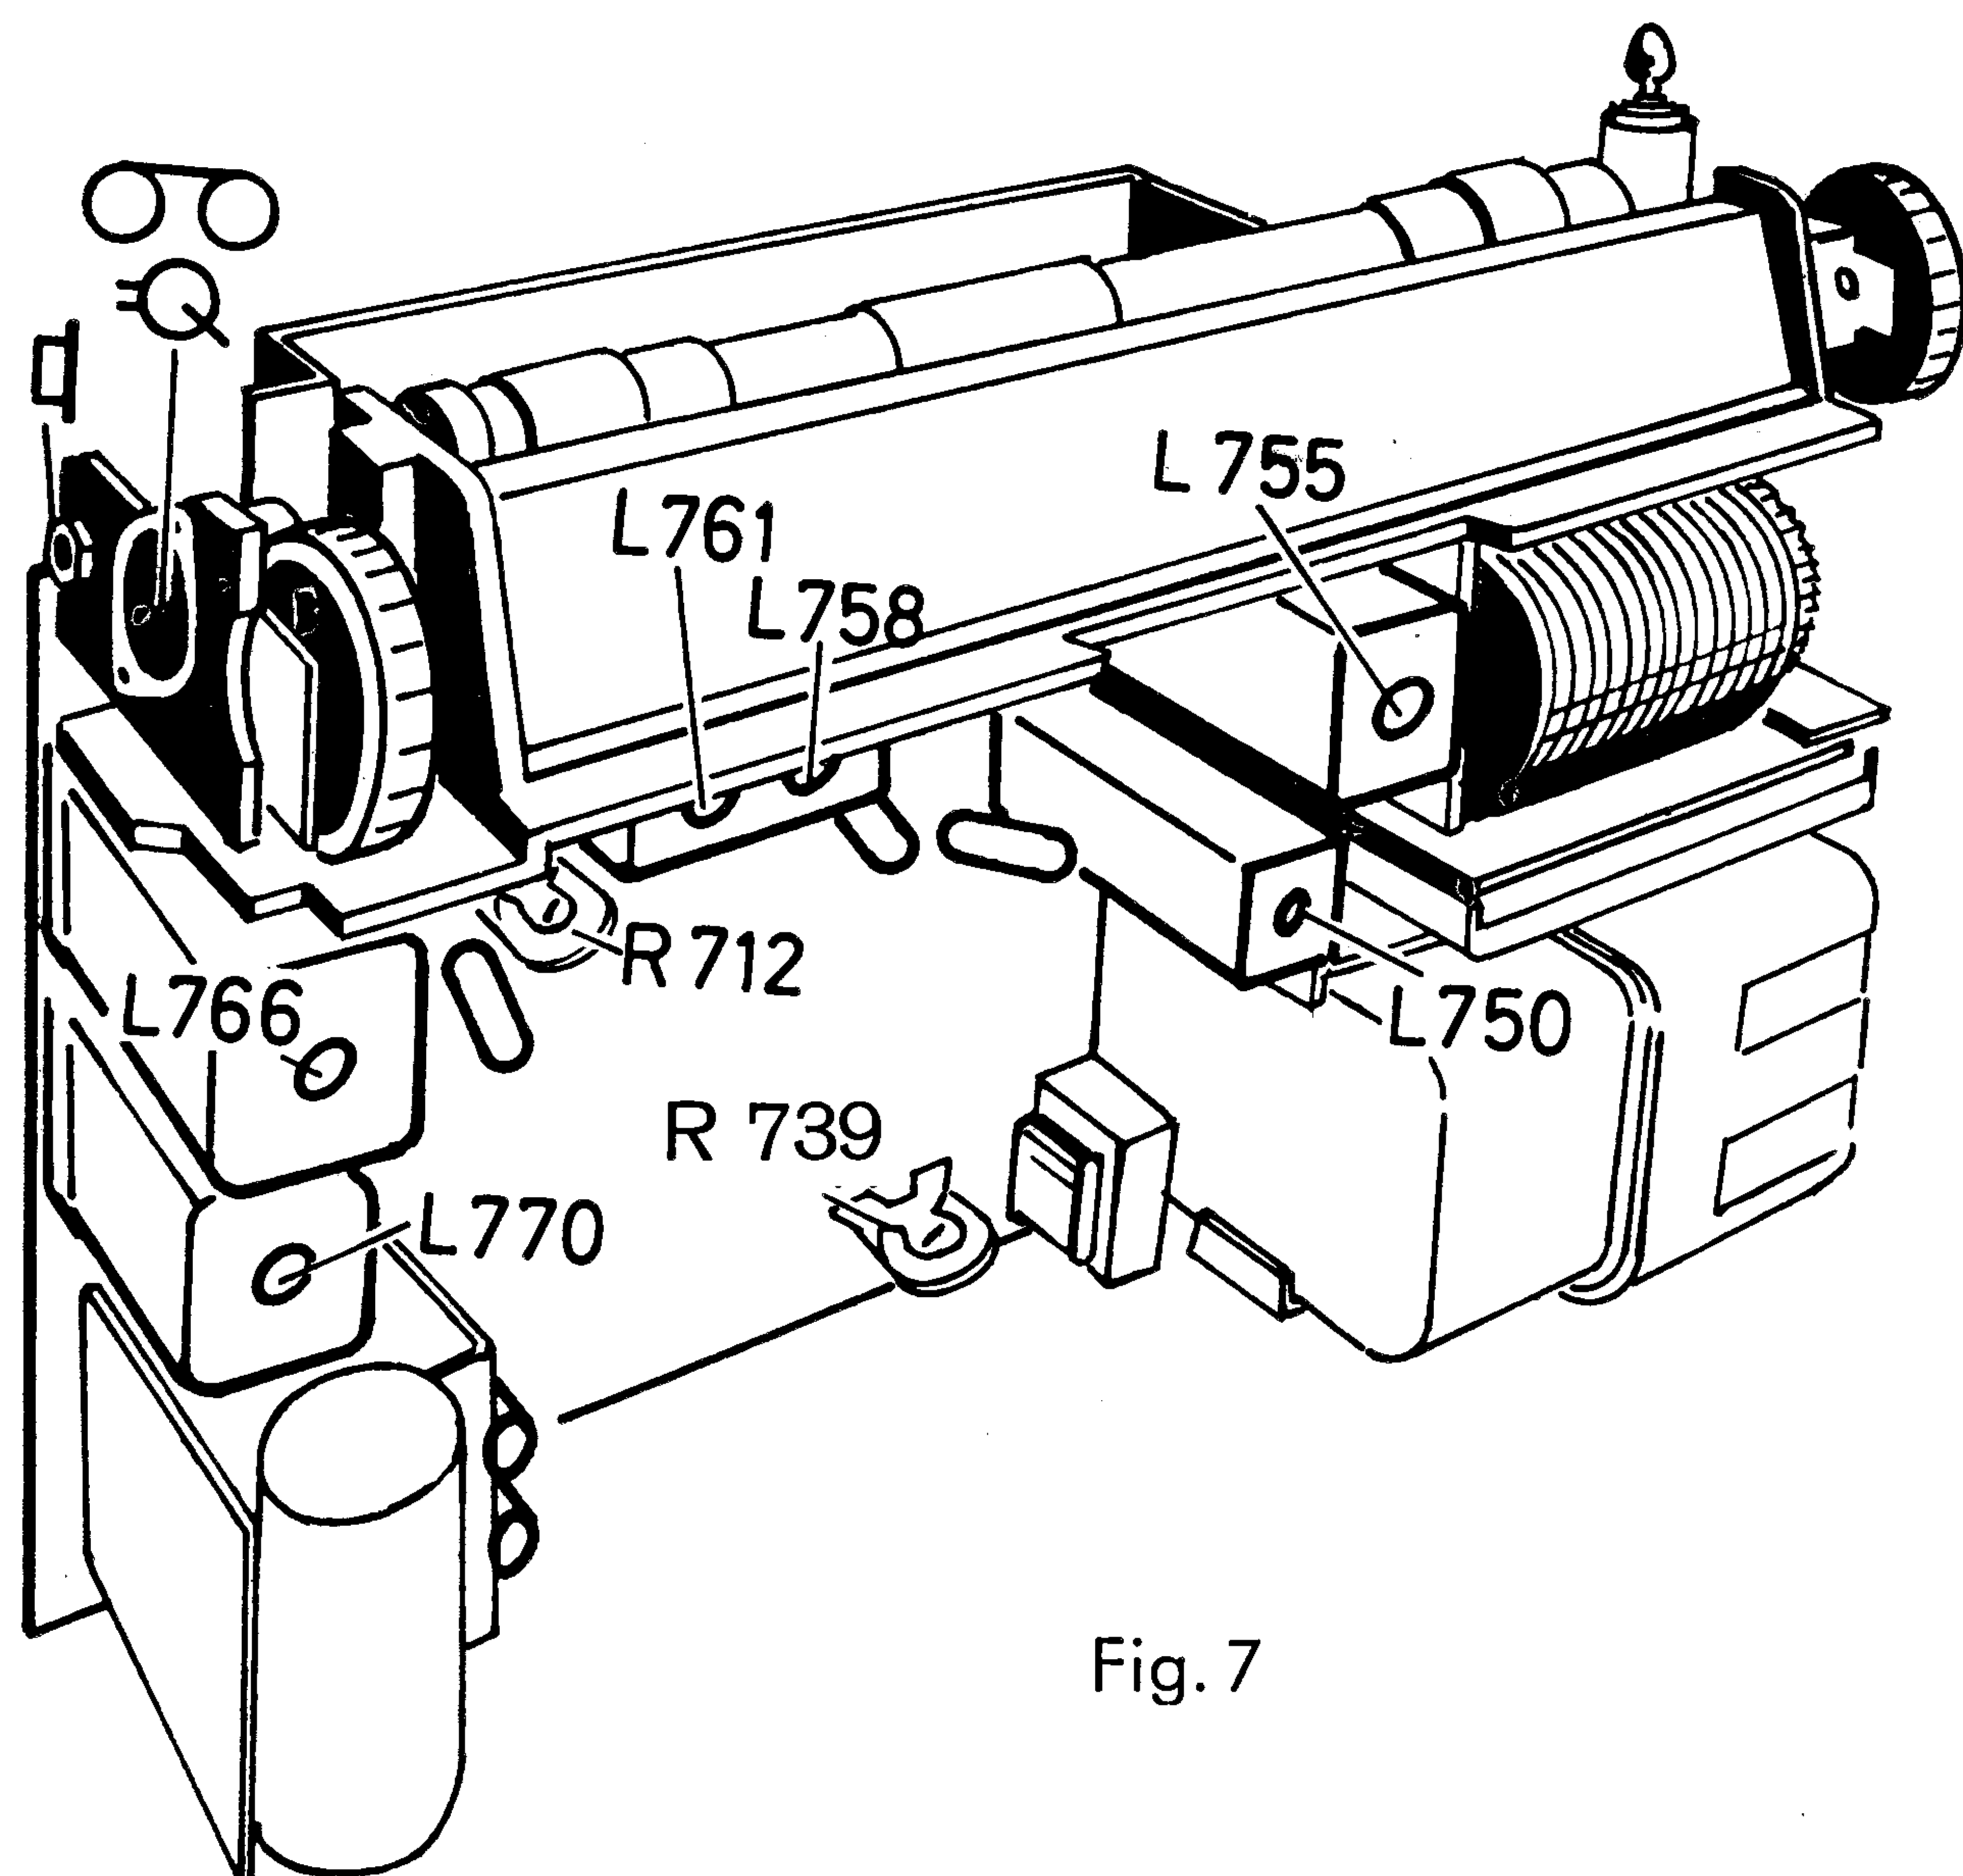

Fig. 7
3. Den Ruhestrom ca. 1 Minute nach dem Einschalten des Gerätes mit dem Einstellregler R 739 auf  $5 \text{ mA} \pm 1 \text{ mA} - 0,5 \text{ mA}$  bei einer Batteriespannung von 9 V einstellen, Fig. 7.
3. Approx. 1 minute after switching on set, set zero signal current via adjuster R 739 to  $5 \text{ mA} \pm 1 \text{ mA} - 0.5 \text{ mA}$  at a battery voltage of 9 V, see fig. 7.
\*\* Ein AM-Signal, 400 Hz, 30 % moduliert, soll eine Ratiospannung von 1,4 V erzeugen. Dann mit R 712 ein Spannungsminimum am Outputmeter einstellen, Fig. 7.
\*\* An AM signal, 400 cs, 30 % modulated must produce a ratio voltage of 1.4 V. Adjust a voltage minimum at the outputmeter by means of R 712, see fig. 7.